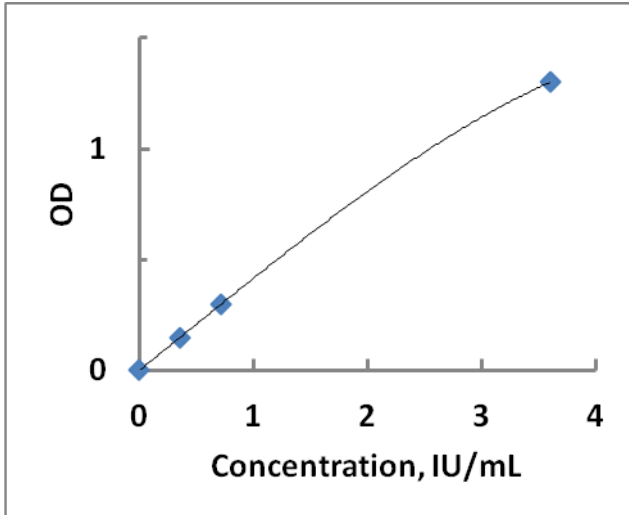
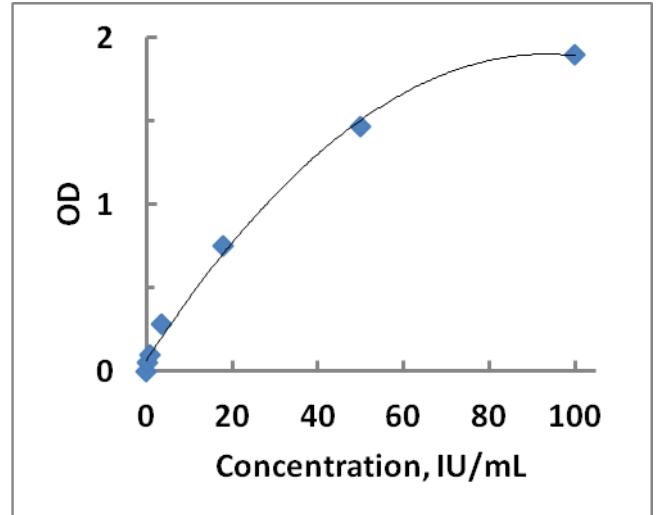

Figura 2A. Tipico esempio di curva standard a 450 nm
Figura 2B. Tipico esempio di curva standard a 405 nm
Per tracciare la curva #1 (vedere figura 2A), utilizzare i risultati di misurazione dei calibratori 0...3 alla lunghezza d'onda di 450 nm; per tracciare la curva #2 (vedere figura 2B), utilizzare i risultati di misurazione dei calibratori 0...6 alla lunghezza d'onda di 405 nm.
- Utilizzare la curva standard # 1 (si veda la Figura 2A) se le DO del campione (a 450 nm) un minore o uguale al Cal 3;
- Utilizzare la curva standard # 2 (si veda la Figura 2B) se le DO del campione (a 450 nm) sono superiori a Cal 3;